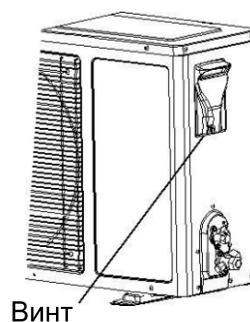

Рис.13
- Открутите и снимите крышку электронного устройства (рис.13)